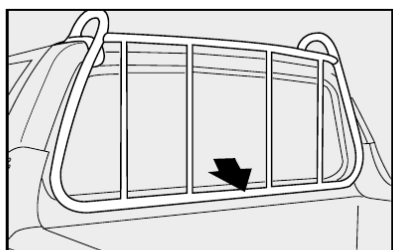
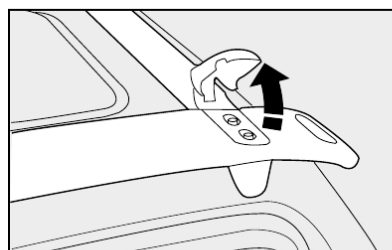

fig. 103
fig. 104
- utilizar o porta-escadas fig. 103 para apoiar e fixar corretamente os objetos de maior altura. Nas versões com cabine estendida, levantar antes os limitadores fig. 104.
Ao utilizar o porta-escadas, não apoiar objetos cujo peso for superior a 80 kg. No caso dos limitadores fig. 103, não forçá-los com forças laterais superiores a 30 kg.